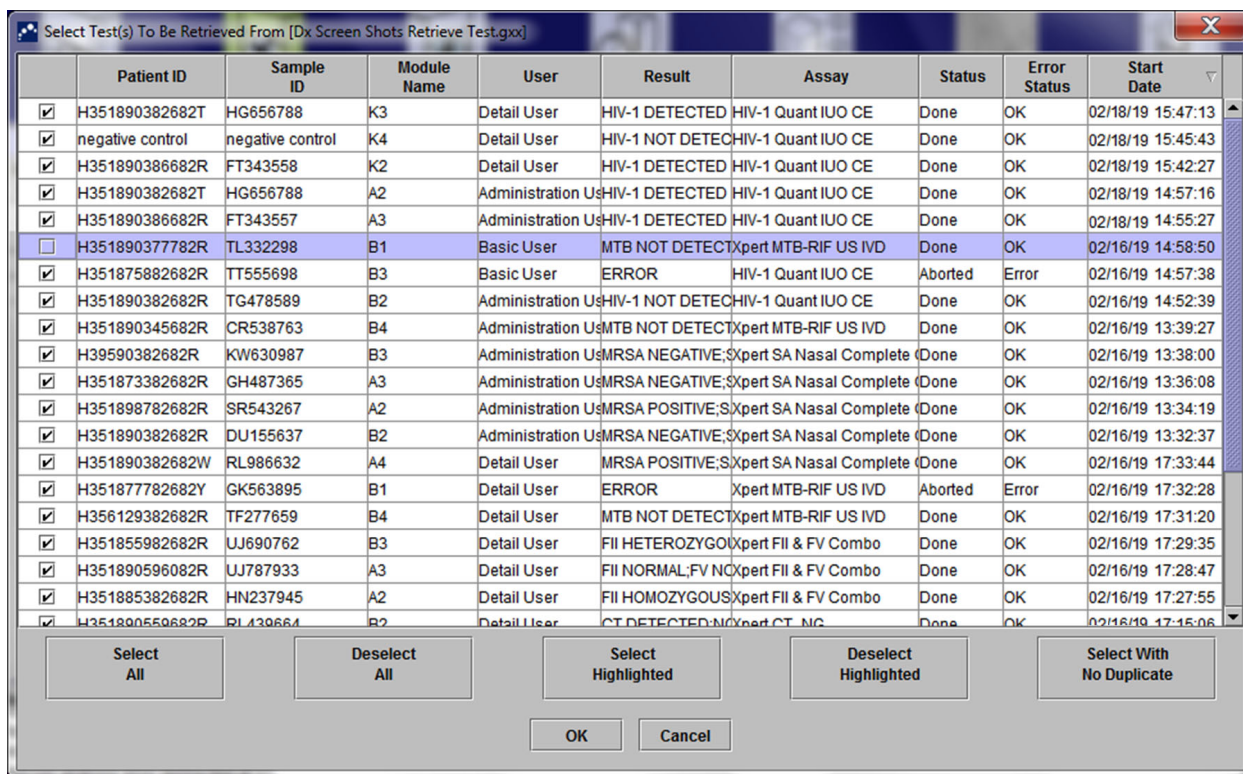

Figura 5-71. Caseta de dialog Selectare test(e) de recuperare
3. Apare caseta de dialog **Selectare test(e) din care să se recupereze (Select Test(s) To Be Retrieved From)** (consultați Figura 5-71). Testele care există deja în baza de date curentă apar scrise cu text roșu. Faceți clic pe **Anulare (Cancel)** în caseta de dialog **Deschidere (Open)** pentru a nu recupera niciun test arhivat.